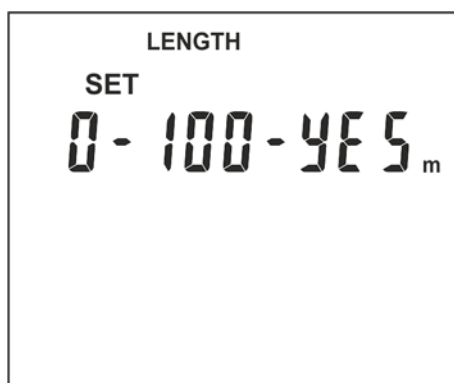

Fig. 15: Impostazioni calibrazione della lunghezza del cavo
2. Premere e mantenere premuto per 3s il tasto **L/W**. La videata di Fig. 15 è mostrata a display